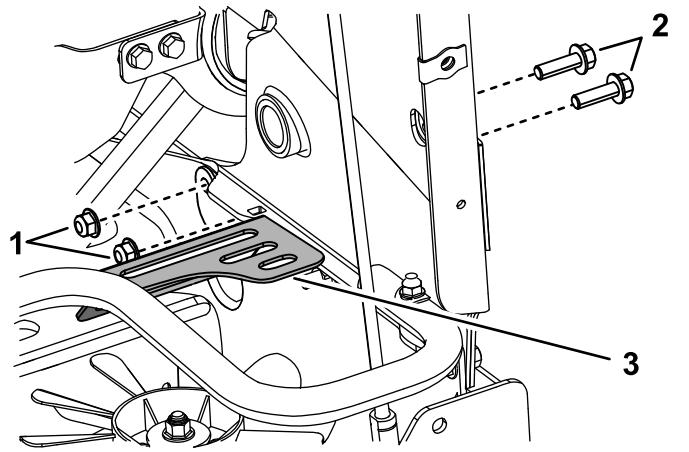

Figura 4
2. Retire y guarde los 2 pernos, las 2 tuercas y el protector derecho del ventilador (Figura 4).